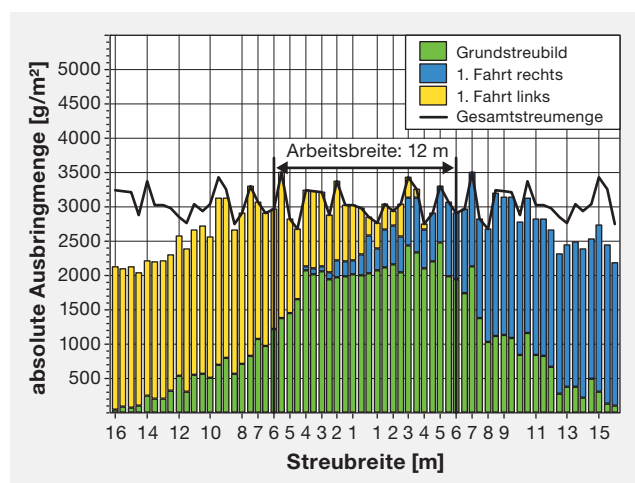

Bild 7:
Für eine Arbeitsbreite von 12 Metern und eine Ausbringungsmenge von 30 t Stallmist/ha wurde ein Variationskoeffizient (VK) von 7,3% erreicht. Im Bild 7 sind das Grundstreubild (Mengenverteilung nach Überfahrt) und das Gesamtstreubild dargestellt. Letzteres zeigt wieder